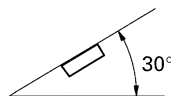

Fig. 5
- Se l'angolo di installazione supera i 30° rispetto alla posizione orizzontale, l'apparecchio potrebbe non fornire prestazioni ottimali. (Fig. 5)